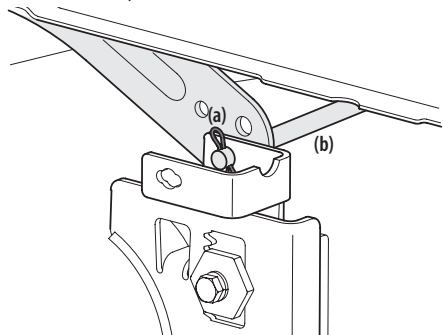

Figura 28
5. Mirando la plataforma de corte desde el lado izquierdo del tractor, ubique el pasador de chaveta (a) que sujeta la varilla de soporte de la plataforma (b) del lado posterior izquierdo de la plataforma. Consulte la Figura 28. Extraiga el pasador de chaveta (a) que sujeta la varilla de soporte de la plataforma (b), y con cuidado saque el soporte de la plataforma del brazo de elevación de la plataforma.